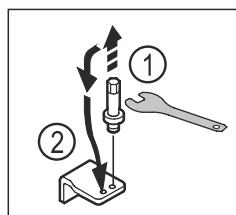

Fig. 22
- Deșurubați și demontați bolțurile de pe suportul inferior de lagăr cu cheia cu hexagon exterior SW5. Fig. 22 (1)
- Montați bolțurile pe partea opusă. Fig. 22 (2)